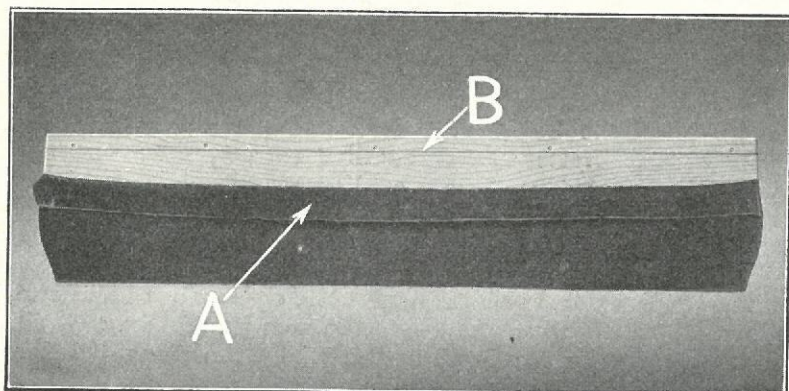

Fig. 573
- 1270** Træk Stifterne ud fra Kanten af Beklædningen paa Brættet, hvor Listen blev udtaget, og bøj Beklædningen tilbage, som vist paa Fig. 573 ved »A«. Mærk 5 cm af i Brædtets hele Længde, som vist ved »B«, og sav Brættet af herefter. Hvis en Ejer er ganske usædvanlig stor og ønsker endnu mere Plads mellem Rattet og Ryglænet, kan Sædet yderligere rykkes 5 cm tilbage.